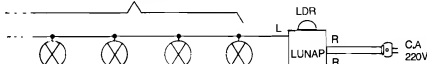

Fig.6
FIG. 5 - SUGESTÃO PARA "ENCAIXAMENTO" DA LUNAP - Muitas são as possibilidades de acabamento externo, e de acomodação do circuito num eventual container, de modo a dar uma "cara" realmente profissional à montagem... A figura mostra um dos possíveis *lay outs* gerais, a partir de uma caixa plástica padronizada, nas convenientes dimensões, com o LDR posicionado, externamente, no topo da dita caixa, nas convenientes dimensões, com o LDR posicionado, externamente, no topo da dita caixa, protegido pela campânula translúcida (ver OPCIONAIS/DIVERSOS, na LISTA DE PEÇAS...), e com a barra de 4 conectores parafusáveis (destinados às ligações à rede e à lâmpada...) numa das laterais (identificar direitinho cada um desses conectores, para que não surjam confusões perigosas, no momento da instalação final...). Se adotado o "jeito" sugerido na figura, para o acabamento da LUNAP, bastará posicionar a caixa junto a uma janela do local, de preferência do tipo vitraux (sem vedações opacas à luz proveniente do céu, lá fora...), e puxar as devidas fiações conforme indica a FIG. 4 (e, adiante, a FIG. 6...). Em alguns casos e instalações específicas, talvez seja mais prático ou conveniente colocar o sensor (LDR) afastado da caixa contendo o circuito principal... Isso pode ser feito, sem problemas, simplesmente "puxando-se" um par de cabinhos isolados, dos pontos F-F da placa até os terminais do dito LDR... Quanto a este, recomendamos sempre a cobertura por um difusor de material translúcido (branco, leitoso, semi-trans-
- FIG. 6 - COMANDANDO UMA "PORRADA" DE LÂMPADAS... - Dentro das máximas "wattagens" já indicadas, e dependendo da Tensão da rede local, não apenas uma, mas várias lâmpadas poderão ser efetivamente controladas pela LUNAP... Basta que todas as lâmpadas sejam eletricamente "paralelas" e simultaneamente ligadas aos pontos L-L da placa (ou via conectores externos à caixa, como sugere a FIG. 5...), A "soma" de 300W em 110V ou - mais ainda - o total de 600W em 220V, proporcionar uma razoável Potência luminosa final, suficiente mesmo para grandes áreas externas, diversos corredores, halls internos de boas dimensões, etc. Apenas uma recomendação: se a Potência requerida estiver nas proximidades dos limites máximos já mencionados, convém dotar o SCR (TIC 106D) de um pequeno dissipador de calor, fixando-a à lamela metálica do componente, e tendo o cuidado de não permitir que a estrutura metálica do dito dissipador toque qualquer outro ponto metálico do circuito, terminais de componentes ou conexões...